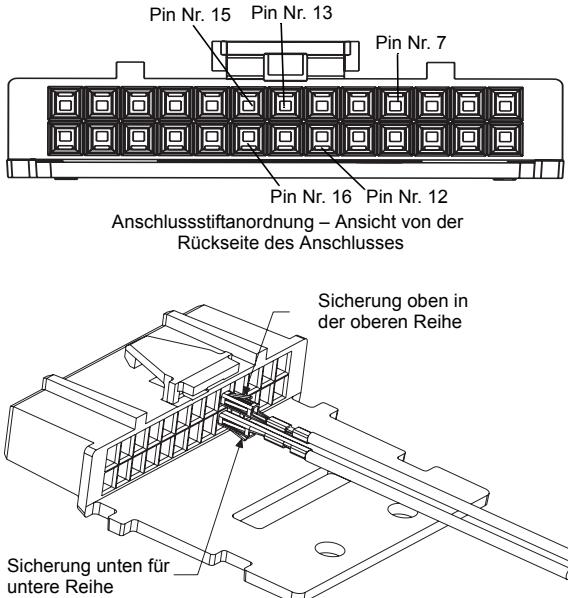

Abb. 4. Ausrichtung der Anschlüsse
Schritt 2. Stecken Sie die Anschlussstifte in die Pin-Stellen Nr. 12 oder Nr. 16 für das schwarze Kabel, Pin Nr. 7 für das rote Kabel und Pin Nr. 13 für Mikrofonaudio oder Pin Nr. 15 für Mikrofon plus Empfangsaudio für das blaue Kabel am Zubehöranschluss wie in Abb. 4 gezeigt.